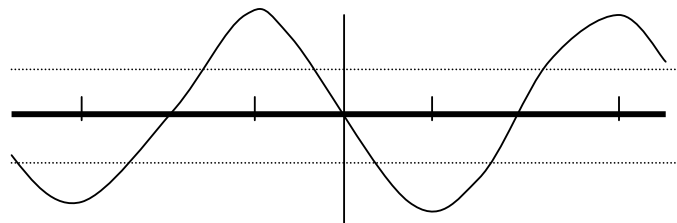
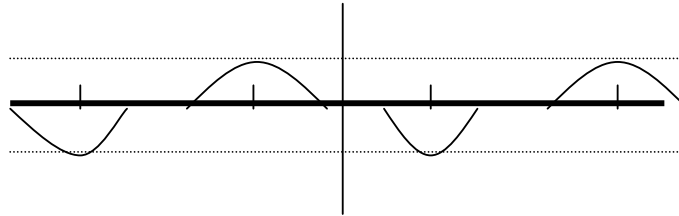

Figura 1.
Figura 2
- **Par de mantenimiento:** Este nos indica el par máximo que podremos obtener del motor. El par depende de su construcción interna, la forma de los dientes y de la intensidad de campo del imán permanente. Aproximadamente la grafica de la función que relaciona el par con el ángulo girado se parece a una función seno (figura 1), en donde el pico de la función, punto donde la intensidad es igual a la nominal, sería el *par de mantenimiento*. La grafica ha de entenderse como que el motor esta en una posición estable cuando se encuentra en el cruce de la función del par con el eje X (por ejemplo en el origen), si intentamos forzar el eje a desplazarse en un sentido u otro el par del motor se opondrá a este movimiento haciendo que el eje vuelva a su posición de reposo.
El motor posee un par de fricción interno que se opone al movimiento del motor que al sumarse al par de la carga externa generan un par (ver línea punteada de figura 1) que al restarse al par del motor produce unas zonas muertas en las que el par es nulo (figura 2). La anchura de estas zonas determina el **error de posición del paso** y la precisión en la posición del eje de salida, además de limita el ángulo más pequeño de giro del motor en modo microstepping.